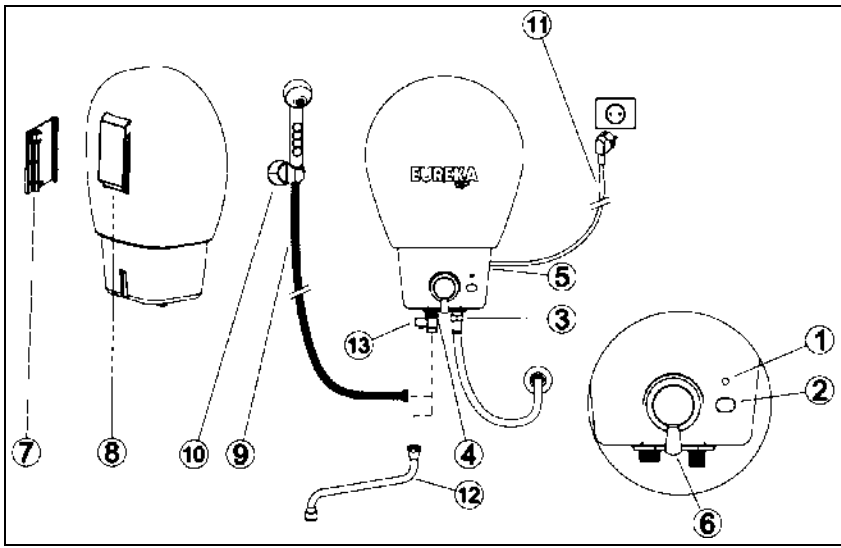
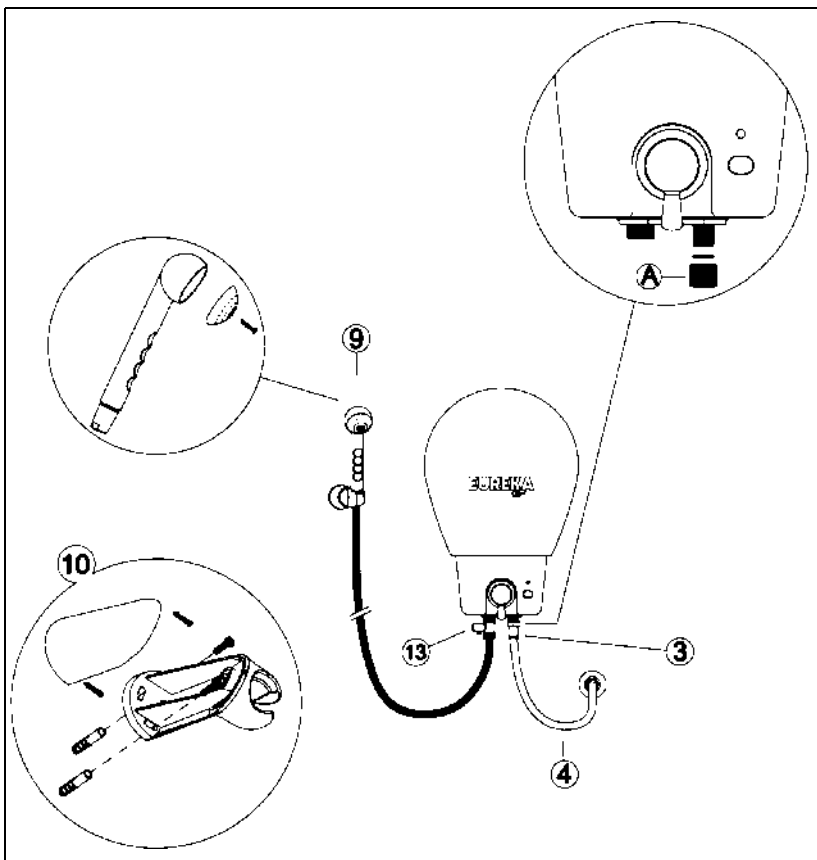

Рис.1
Рис.3
2- подсоединение к системе водоснабжения (рис. 3)
- c) Подсоединить подводящую трубу к входной трубе водонагревателя (3) посредством гибкой подводки (в комплектацию не входит). На подводящую трубку навернут переходник (А) на 1/2" с уменьшенным входным отверстием. Если давление воды на выходе водонагревателя будет недостаточным, то поменяйте его на такой же, но с большим диаметром входного отверстия (входит в комплект поставки).
- e) Подсоединить предохранительный клапан (13) к выходной трубе (4) водонагревателя (см. рис. 1).
- f) Подсоединить гибкий шланг с душевой насадкой (9) или кухонный излив (12) к предохранительному клапану (13), подсоединенному к выходной трубе водонагревателя (4).
- g) Закрепить держатель для трубки душа (10) на стене в желаемом положении (для моделей, в комплектацию которых он входит).
- i) Перевести рукоятку смесителя (6, рис.1) в положение "горячая вода" и открыть воду, потянув на себя ручку смесителя.
3- Подсоединение к электрической сети (рис.1)
ИНСТРУКЦИИ ПО ИСПОЛЬЗОВАНИЮ ВОДОНАГРЕВАТЕЛЯ EUREKA(рис.1)
2- Как пользоваться душем (рис.1)
Помимо этого, следует проводить очистку сетки душевой насадки (9, рис.3) или трубки излива (12, рис.1) всякий раз, как становится заметным наличие отложений накипи, препятствующих свободному стоку воды и создающих опасные перепады давления воды в рабочем баке.